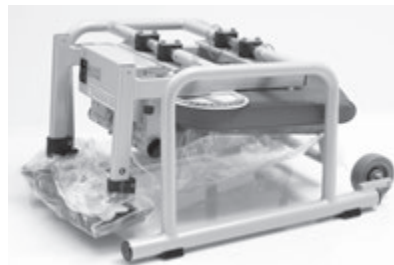

Fig. 2
- Tras el reemplazo de los fusibles, vuelva a colocar el portafusibles (Fig. 2). Compruebe que el portafusibles encaje correctamente.